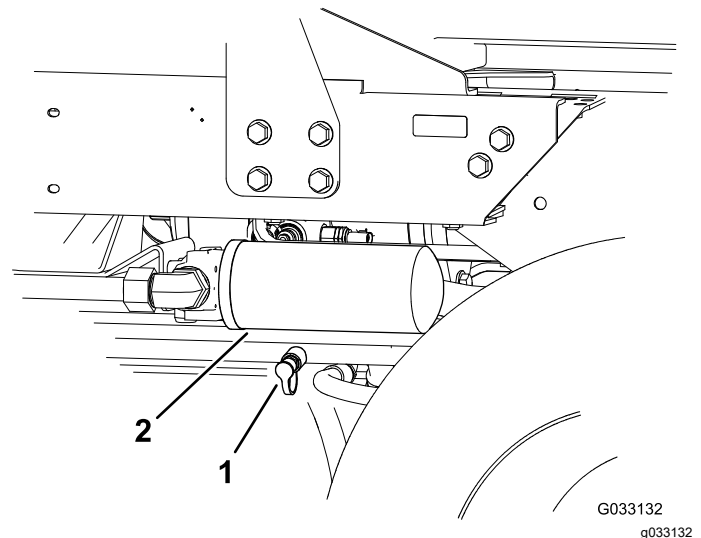

Figura 44
2. Conecte una manguera hidráulica entre el acoplamiento diagnóstico del colector de tracción trasera, y el punto de prueba de presión de tracción en marcha atrás (Figura 44).